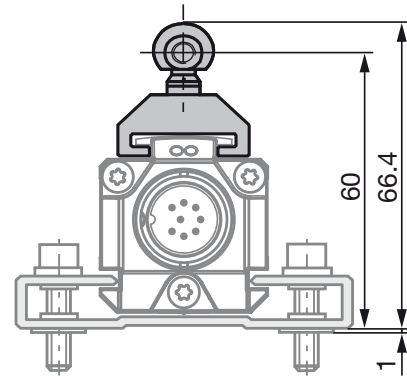
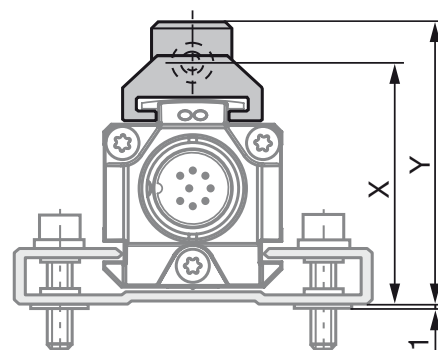
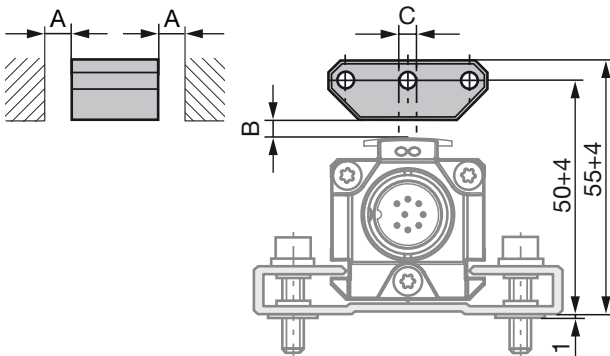
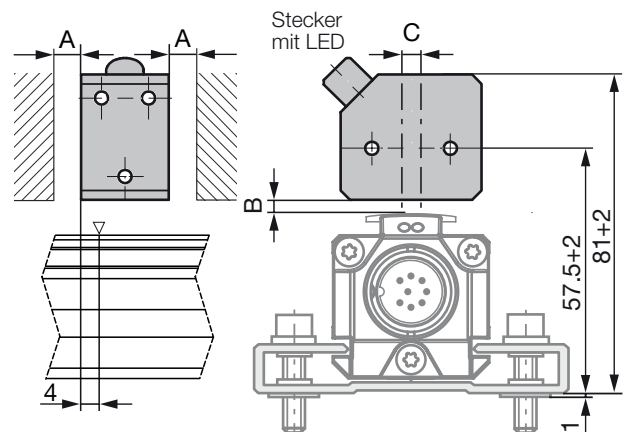

Bild 4-1: Maße und Abstände mit Positiongeber BTL5-F-2814-1S
Bild 4-3: Maße und Abstände mit Positiongeber BTL5-M/N-2814-1S
Bild 4-4: Maße und Abstände mit Positionsgeber BTL5-P-3800-2
Bild 4-8: Maße und Abstände mit Positionsgeber BTL5-P-4500-1 mit elektrischer Magnetfeld-Erzeugung (24 V/100 mA)
i Der Wegaufnehmer Micropulse in Profilbauweise eignet sich sowohl für freie, d. h. berührungslos arbeitende Positiongeber (siehe Bild 4-4 bis Bild 4-8) als auch für geführte Positiongeber (siehe Bild 4-1 bis Bild 4-3).
- Der Abstand A zwischen Positionsgeber und Teilen, die aus magnetisierbarem Material bestehen, muss mindestens 10 mm betragen (siehe Bild 4-4 bis Bild 4-8).
- Für den Abstand B zwischen Positionsgeber und Wegaufnehmer und für den Mitterversatz C (siehe Bild 4-4 bis Bild 4-8) sind folgende Werte einzuhalten:
Der Messbereich ist um 4 mm in Richtung des Wegaufnehmer-Steckers versetzt (siehe Bild 4-8).